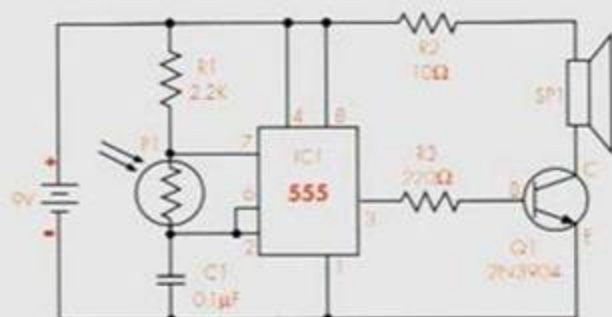

Figura 1. Diagrama esquemático
- Arme en el protoboard el circuito que aparece en el diagrama esquemático de la figura 1. Puede usar como guía de montaje el diagrama pictórico. Recuerde que puede montar los componentes en cualquier orden, a excepción de la batería, la cual debe conectarse de último. Revise la orientación del circuito integrado, de tal modo que sus pines no queden invertidos.